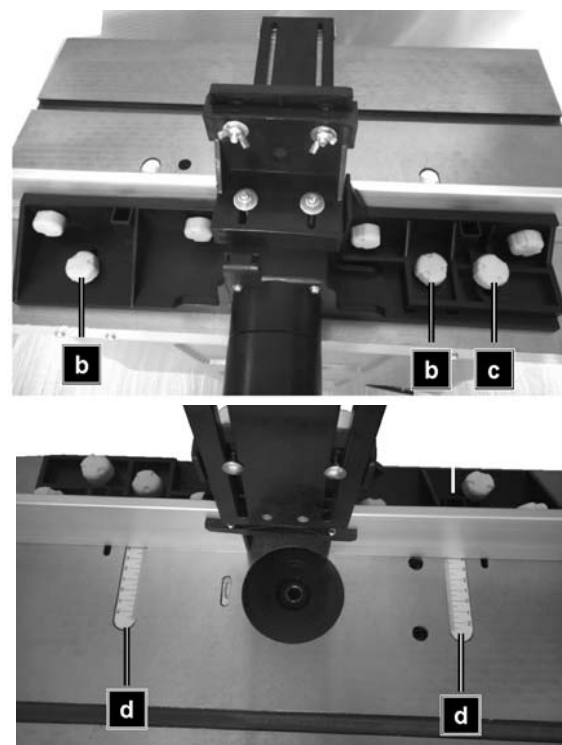

Abb. 17: Anschlag einstellen
Lösen Sie die zwei Kunststoffkopfschrauben (Pos. b, Abb. 17) an der Rückseite des Anschlages.
Schritt 1: Schieben Sie den Anschlag in die gewünschte Position. Verwenden Sie die Skala (Pos. d, Abb. 17) am Tisch, um die Entfernung zwischen Anschlag und Fräsermitte festzustellen.
Schritt 2: Ziehen Sie die zwei Kunststoffkopfschrauben (Pos. b, Abb. 17) an der Rückseite wieder an, um den Anschlag in dieser Position zu fixieren.
Die Anschlagleiste muss auf das dünnere Material eingestellt werden, um eine gute Führung des Werkstücks und einen präzisen Schnitt zu gewährleisten. Dazu die Kunststoffschrauben (Pos. b und Pos. c, Abb. 17) lösen, den Anschlag um das Maß des Materialabtrags nach vorne schieben und festziehen.